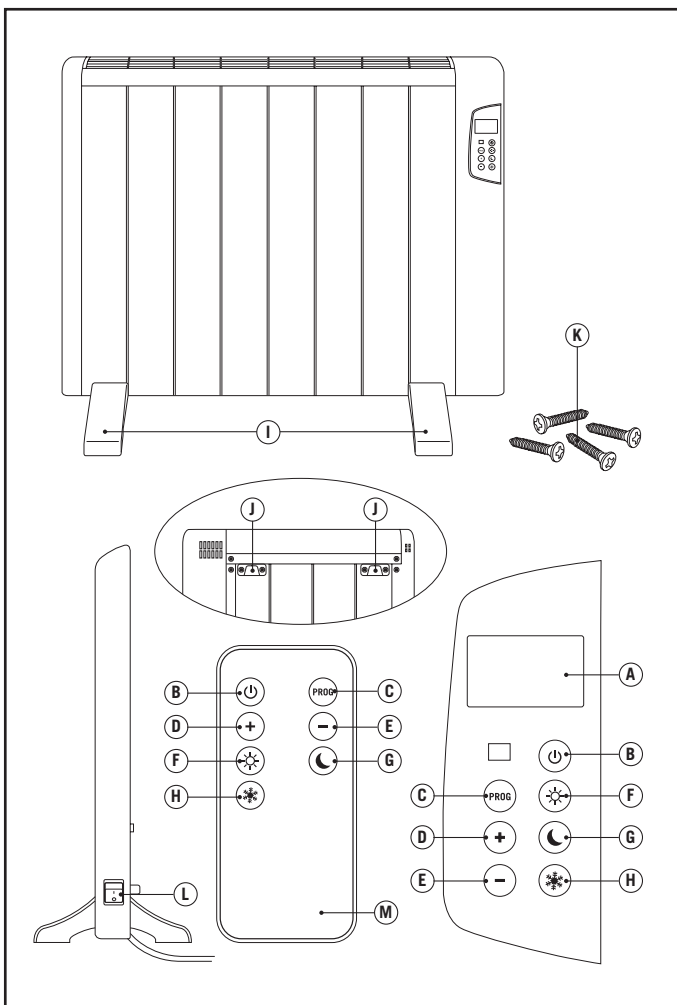

Fig.1
- El aparato dispone de un soporte mural (J) sobre el que se puede apoyar el producto.
- Teniendo en cuenta las distancias de separación del aparato señaladas anteriormente, posicionar el soporte mural en la posición deseada y marcar en la pared los puntos a taladrar (fig 1).